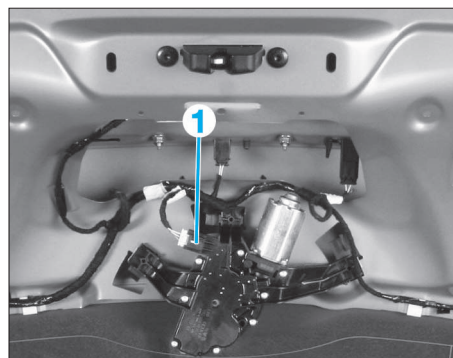

FIG. 84
- Débrancher le connecteur (1) (Fig.84).